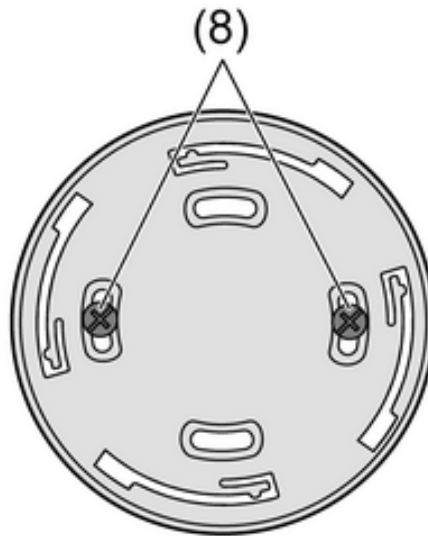

Bild 6
- Bodenplatte mit den beiliegenden Schrauben (8) an der Raumdecke befestigen (Bild 6).